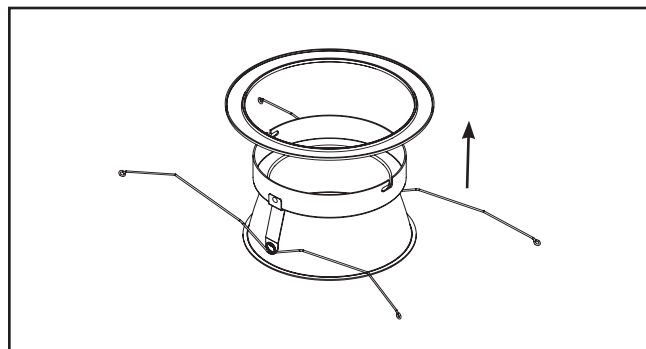

Figura 4.
1. Extraiga la moldura inferior del embalaje protector. Extraiga el plástico y deseche el anillo de la moldura. Extraiga el motor de la luminaria LED del embalaje protector (Figura 4.).